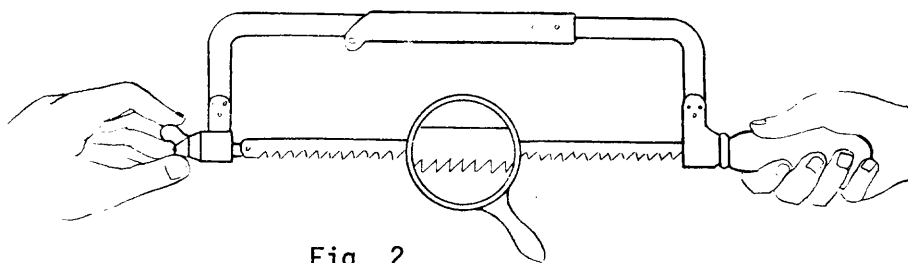

Fig. 2
- b Monte la hoja en el arco con los dientes hacia adelante (fig. 2).
- c Tense la hoja de sierra girando la tuerca con la mano (fig. 2).